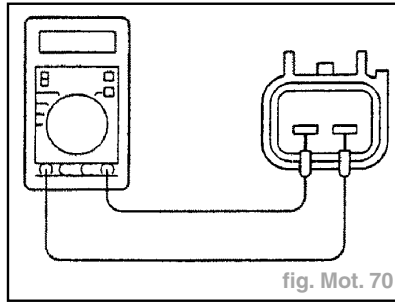

fig. Mot. 70
- Mesure de la résistance de la bobine secondaire (fig. Mot. 70). Mesurer la résistance entre les bornes pour chaque bobine d'allumage (cylindres N°1-N°4, N°2-N°5, N°3-N°6) comme montré sur l'illustration.
- Mesure de la résistance de la bobine primaire (fig. Mot. 70). Mesurer la résistance entre les bornes pour chaque bobine d'allumage comme montré sur l'illustration.